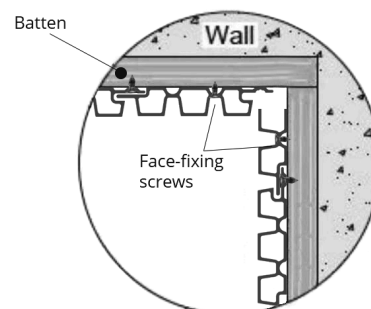

FIG. 12 - ZAGEN NA DE
- 05 Als er minder dan een volledige plank overblijft, zaag de plank dan op een willekeurig punt na de eerste lamelspleet (vanaf de veerzijde) zodat er ruimte is om de schroef te plaatsen (fig. 12).